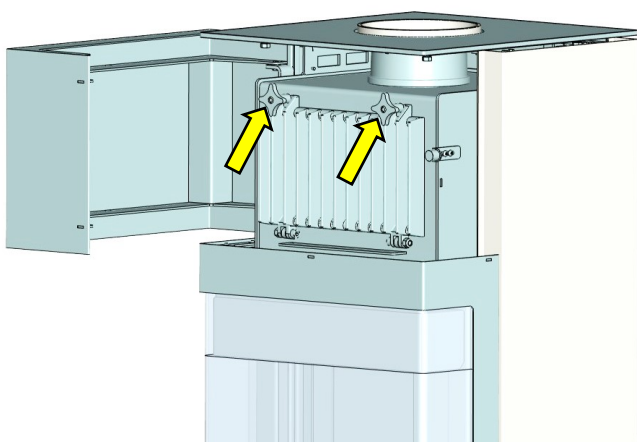

Abb. 11: Revisionsklappe öffnen
1. Die vordere Klappe öffnen (Magnetverschluss), dahinter befindet sich die Revisionsklappe. Die Revisionsklappe öffnen, dazu die beiden Schrauben lösen (Abb. 11). Die Revisionsklappe beim Öffnen der Schrauben festhalten!